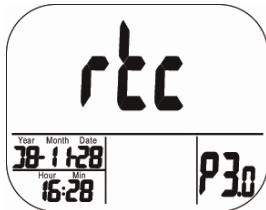

Abb. 13: P3.0-Modus zur Einstellung von Uhr und Kalender. (rtc steht für real time clock)
- Drücken Sie im P1.0-Modus die LOG/▲-Taste zweimal, um in den P3.0-Modus zur Einstellung von Uhr und Kalender zu gelangen (Abb. 13).